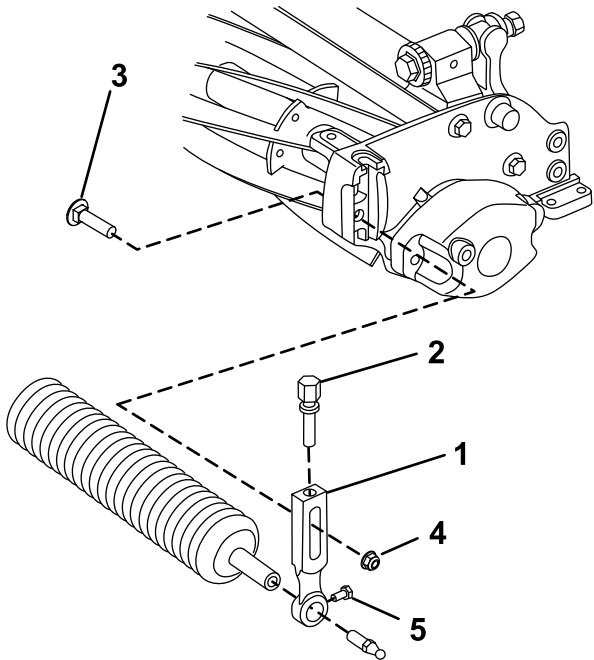

图 3
- 卸下将其中一个剪草高度臂固定至滚刀组侧板的防松螺栓、垫圈及凸缘螺母 图 3。
- 旋松剪草高度臂上的滚筒安装螺丝 图 3。
- 将滚筒轴滑入滚刀组另一端上的剪草高度臂中 图 3。
- 将剪草高度臂滑到滚筒轴上 图 3。
- 用之前卸下的剪草高度臂和紧固件将滚筒松松地固定到滚刀组上 图 3。
- 拧紧滚筒安装螺丝 图 3。